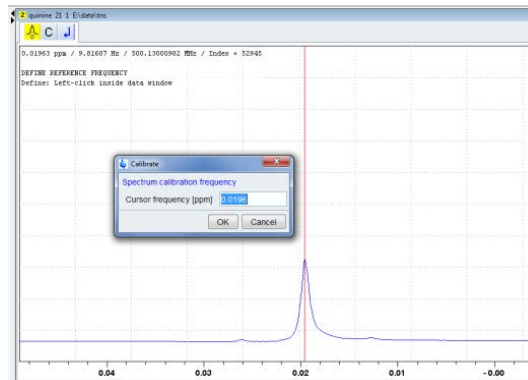

図 58. 化学シフト補正モードのデータウィンドウ。
- c.  をクリックして、データウィンドウを化学シフト補正モードに切り替えます (図 58)。